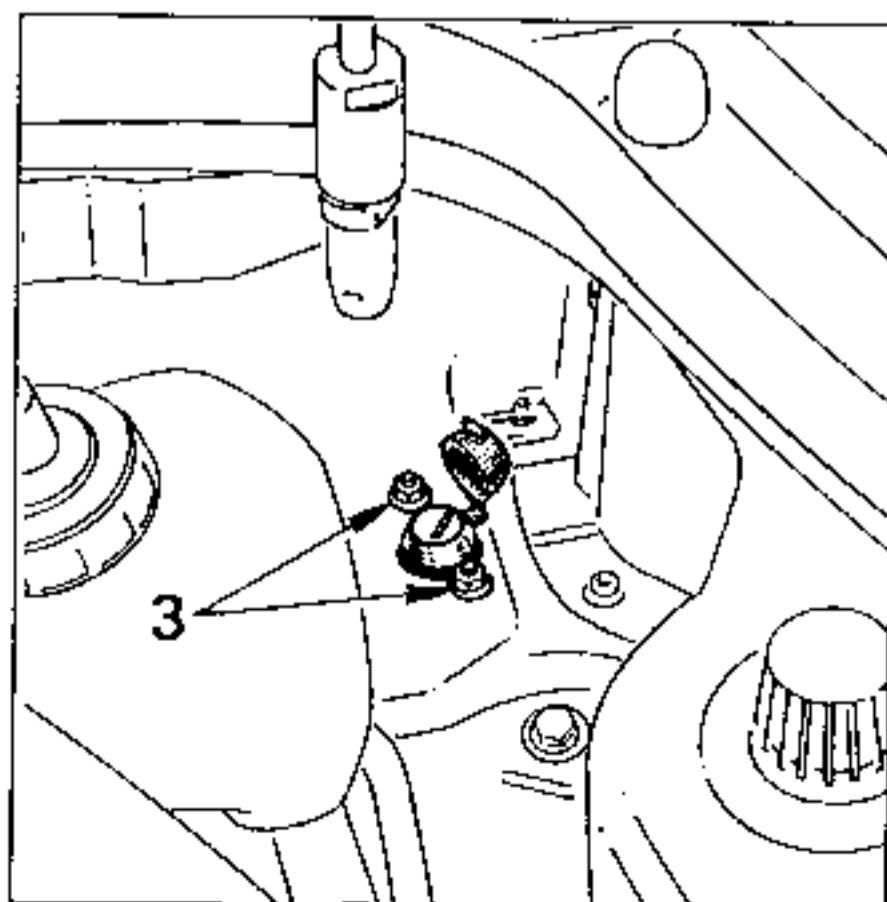

Fig. 8
- Mettre en place celui-ci qui est fixé par 2 boulons (3) (Fig. 8) M 5 x 20.